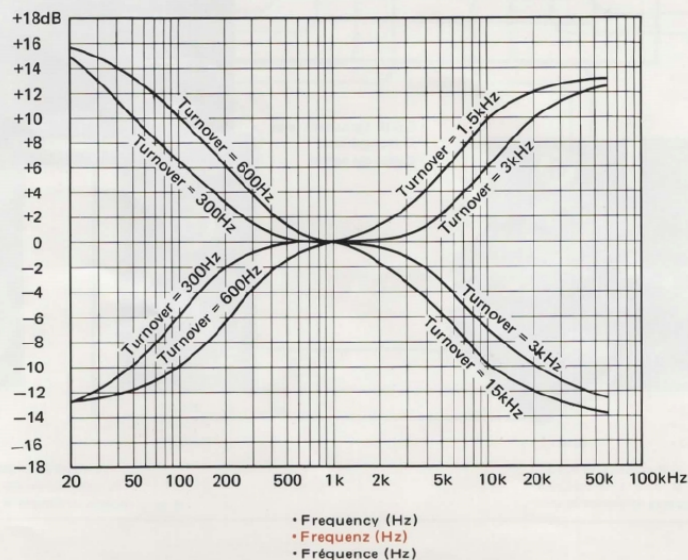

Fig. 6/Abb. 6
13. Set the turnover switch to the position as required. This switch is for the purpose to change control characteristics of bass and treble controls. (See Fig. 6)
13. Zusätzlich kann durch Wahl der Einsatzfrequenzen (turnover) die Charakteristik der Klangregelung den akustischen Gegebenheiten noch weiter angepasst werden. (Siehe Abb. 6).
13. Réglez le sélecteur de déplacement de fréquence sur la position voulue. Ce sélecteur des commandes des graves et des aigus. (Fig. 6).